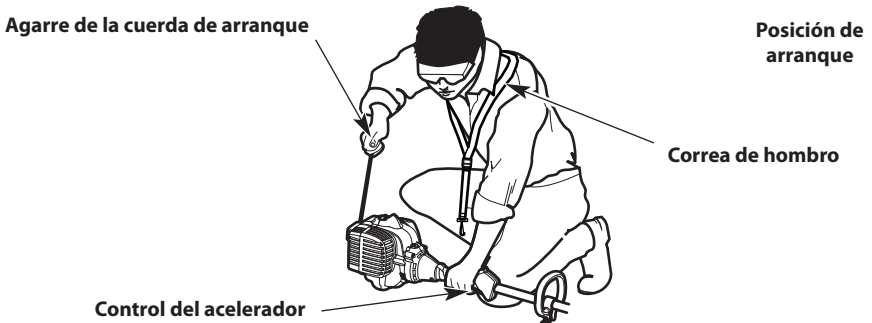

Fig. 12
**ADVERTENCIA:** Se debe evitar arrancar accidentalmente la unidad. A fin de evitar que se produzcan lesiones graves, el operador y la unidad deben estar en una posición estable cuando se jala la cuerda de arranque (Fig. 12).
3. Agacharse en la posición de arranque (Fig. 12).
5. Tire de la cuerda de arranque con un movimiento firme y controlado **5 veces** (Fig. 12).
7. Tire de la cuerda de arranque **5 veces** con movimiento regulado y firme para arrancar el motor (Fig. 12).